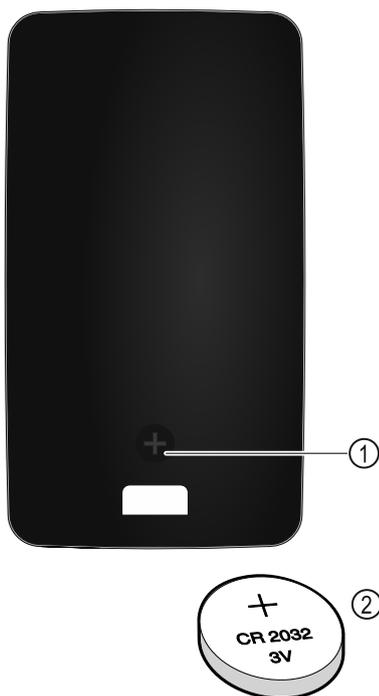

Fig. 229
Il telecomando è alimentato da una batteria CR 2032 da 3V Fig. 229 (2), disponibile presso i rivenditori specializzati.
- ▶ Svitare la vite Fig. 229 (1) sul retro del telecomando.